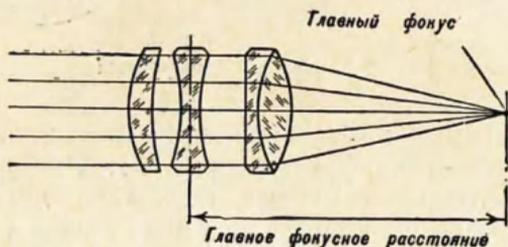

Рис. 3. Главный фокус и главное фокусное расстояние объектива
**Главное фокусное расстояние и угол изображения.** Если пропустить через объектив пучок лучей, параллельных его главной оптической оси \*, то лучи эти соберутся по другую сторону от объектива в одну точку, лежащую на той же оси (рис. 3). Эта точка носит название главного фокуса объектива, а расстояние от нее до